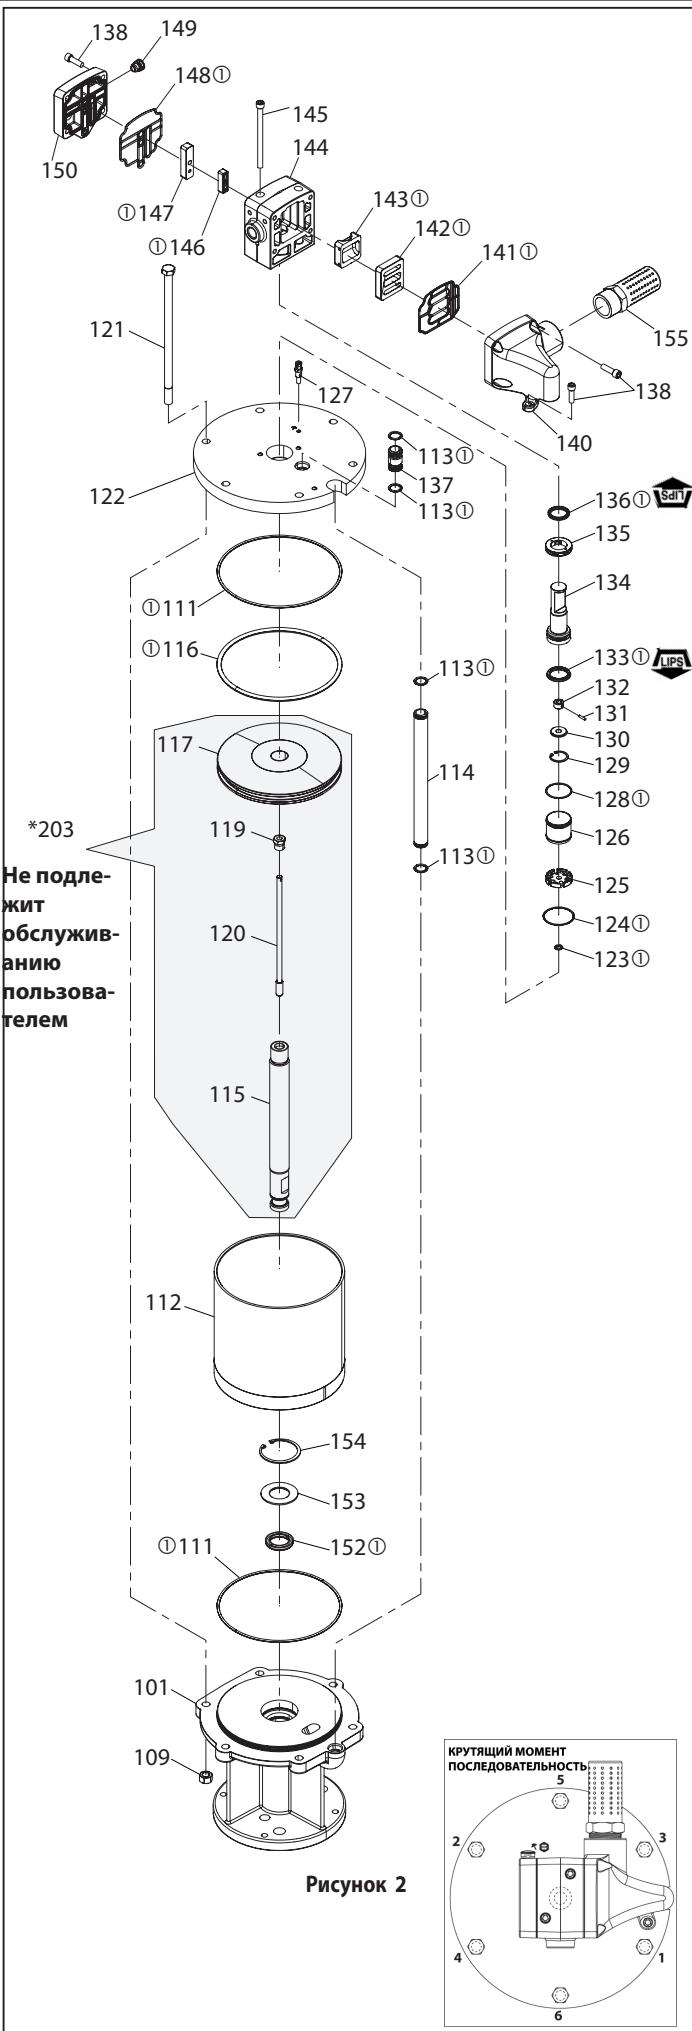

Рисунок 2
2. установите уплотнение П-образного сечения (152), шайбу (153) и пружинное кольцо (154) внутрь основания в сборе (101).
3. Установите уплотнительное кольцо (111) в канавку на основании в сборе (101).
4. Установите уплотнительное кольцо (116) в канавку на поршне (117).
5. Протолкните шток поршня (115) через основание в сборе (101), следя за тем, чтобы не повредить кромки уплотнения П-образного сечения (152) или уплотнительного кольца (102).
6. Смажьте пневматический цилиндр (112) по внутреннему диаметру и надвиньте его на поршень в сборе (117), а также на основание пневмодвигателя в сборе (101). (См. рисунок 2 на стр. 44.)
7. Совместите вырез в торцевой крышке (122) с отверстием в основании в сборе (101) и прижимайте торцевую крышку (122) вниз, пока она не сядет на пневматический цилиндр (112). Тяга механизма переключения в сборе (120) должна быть проведена через центр торцевой крышки (122).
8. Вставьте шесть болтов (121) сквозь торцевую крышку (122) и основание в сборе (101).
9. Навинтите шесть гаек (109) на болты с шестигранными головками (121) и затяните, соблюдая заданную последовательность и крутящий момент затяжки.
10. Вытащите тягу механизма переключения в сборе (120) как можно дальше из пневмодвигателя в сборе (123), наденьте уплотнительное кольцо на тягу механизма переключения в сборе (120) и сдвиньте вниз, в сальниковое уплотнение, которое находится в торцевой крышке (122).
11. Наденьте колпачок (125) на тягу механизма переключения в сборе (120) и сдвиньте вниз, в отверстие торцевой крышки (122).
12. Наденьте пружинное кольцо (129), а затем шайбу (130) на тягу механизма переключения в сборе (120).
13. Наденьте привод (132) на тягу механизма переключения в сборе (120). Совместите отверстие привода (132) с отверстием в тяге механизма переключения в сборе (120), а затем вставьте штифт (131).
14. Установите уплотнение П-образного сечения (133) на золотник (134). Обратите внимание, что губки манжетного уплотнения П-образного сечения (133) должны быть направлены вниз, к торцевой крышке (122).
15. Наденьте золотник (134) на тягу механизма переключения в сборе (120) поверх привода (132) и вставьте после него шайбу (130). Используя щипцы для пружинных колец, смонтируйте пружинное кольцо (129) во внутренней канавке, которая находится в золотнике (134). Убедитесь, что пружинное кольцо (129) полностью вошло в канавку. Сдвиньте золотник (134) вниз, в отверстие торцевой крышки (122), насаживая его на верхнюю часть колпачка (125).
16. Смажьте муфту (126) по внутреннему диаметру и надвиньте её на золотник (134), располагая на колпачке (125). Обратите внимание, что крутой конус муфты (126) должен находиться на колпачке (125).